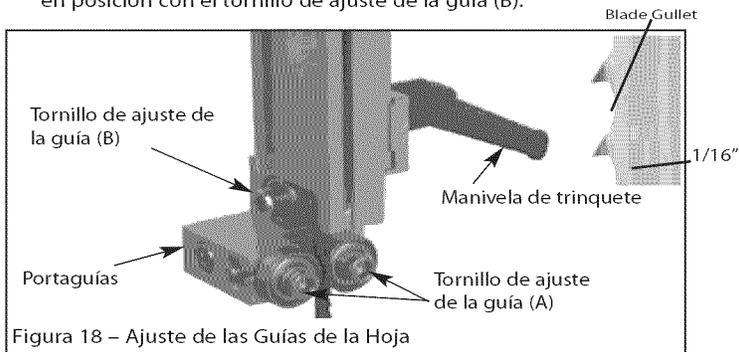

Figura 18 – Ajuste de las Guías de la Hoja
Véase la Figura 18.
- Para ajustar las guías superiores de la hoja, primero sitúe las guías derecha e izquierda de rodillo con respecto a la hoja (Figura 18) mediante el aflojamiento de la manivela de trinquete y el movimiento del portaguías hasta que ambas guías de rodillo estén a aproximadamente  $\frac{1}{16}$  detrás de los espacios entre los dientes de la hoja de la sierra.
- Afloje el tornillo de ajuste de la guía (A) en cada lado de la hoja de la sierra para ajustar las dos guías de rodillo a no más de  $\frac{1}{32}$  de la hoja de la sierra. No coloque las guías de rodillo demasiado cerca, porque eso afectará adversamente la vida útil de la hoja de la sierra.
- Desbloquee el tornillo de ajuste de la guía (B) para ajustar la guía del rodillo trasero para que quede apenas separada de la parte posterior de la hoja de la sierra.
- Cuando logre el ajuste correcto, fije la guía del rodillo trasero en posición con el tornillo de ajuste de la guía (B).